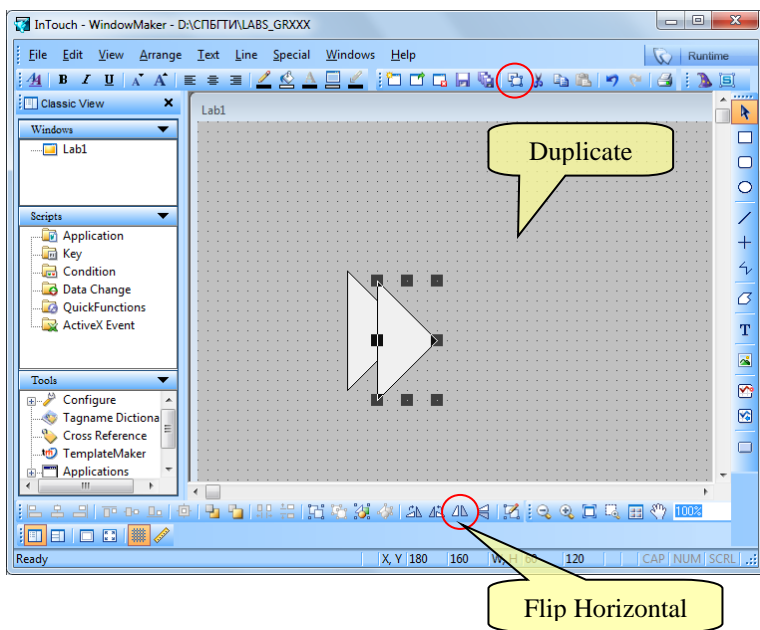

Рисунок 17
Выделите треугольник и вызовите контекстное меню команд для операций над ним, щелкнув по нему правой клавишей мыши, в появившемся меню выберите пункт **Duplicate**. Данное действие позволит продублировать выделенный объект (рисунок 17), при этом копируются не только сам объект, но и все свойства и скрипты, связанные с этим объектом.
**9** Выделите второй треугольник (рисунок 17) и нажмите кнопку **Flip Horizontal** (отобразить объект по вертикали), расположенную на панели инструментов **Arrange**. Соедините два треугольника так чтобы получился вентиль, как показано на рисунке 18.